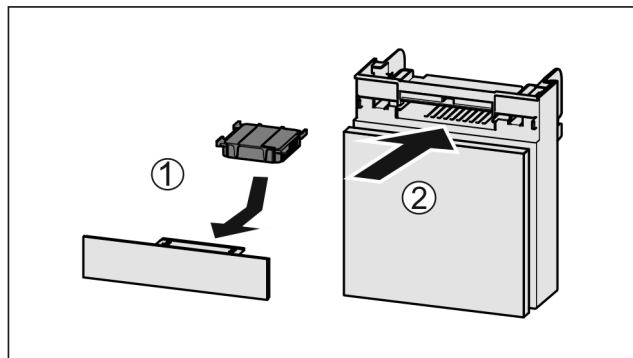

Fig. 190
- Insérer le filtre à charbon actif d'après le schéma Fig. 190 (1).
- Insérer le compartiment Fig. 190 (2).